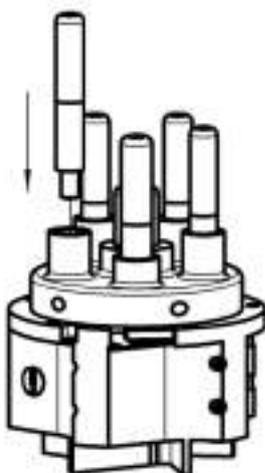

Abb.70: Kontaktstift einsetzen
2. Neuen Kontaktstift einsetzen (Abb. 70).